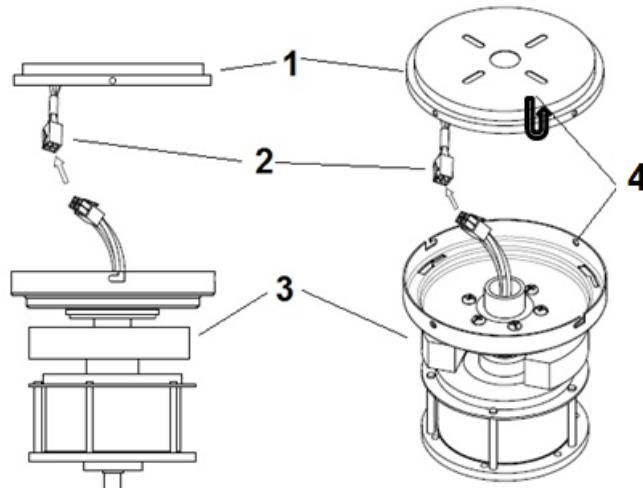

Fig. 3
- Soulevez l'assemblage du ventilateur vers le support de montage (1) et laissez le crochet en J du support de montage (4) passer par le trou de la plaque de suspension et raccrocher l'ensemble de ventilateur(3).
- Branchez le connecteur mâle et femelle ensemble (2). Fig. 3